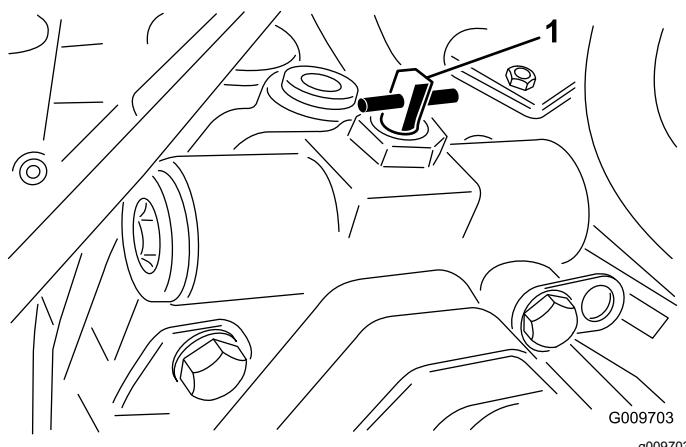

Figura 45
3. Gire la válvula de desvío 90° (¼ de vuelta) en cualquier sentido para abrirla y dejar pasar el fluido internamente (Figura 45).
2. Gire la válvula de desvío 90° ($\frac{1}{4}$ de vuelta) en cualquier sentido para abrirla y dejar pasar el fluido internamente (Figura 45).